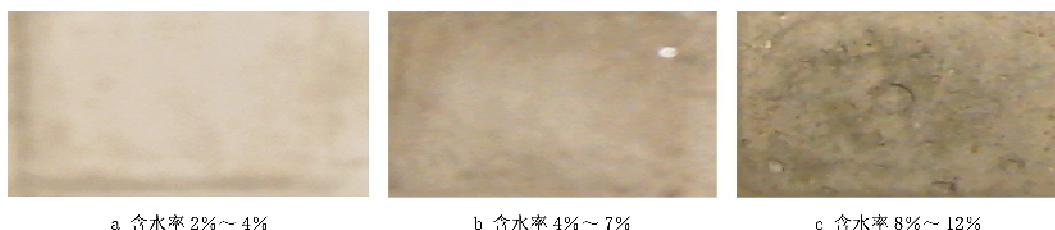

图 7 用双组分胶水粘贴、14 d 后的实验结果
3.4 用双组分胶水粘贴、14 d 后的实验结果(见图 7)